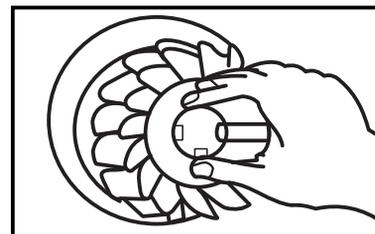

Fig. 2
- a) Sujete la fresa frontal de dos cortes y móntela sobre el árbol. (Fig. 2).